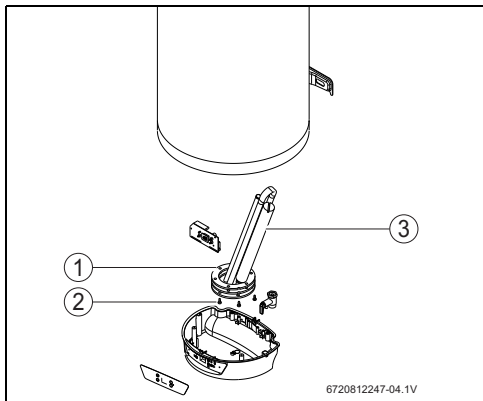

Fig. 13 Acesso e identificação dos componentes internos
- ▶ Desapertar os parafusos de fixação da flange (Fig. 13, [2]).
- ▶ Retirar a flange (Fig. 13, [1]).
- ▶ Verificar o ânodo de magnésio (Fig. 13, [3]) e, se necessário, substituí-lo.